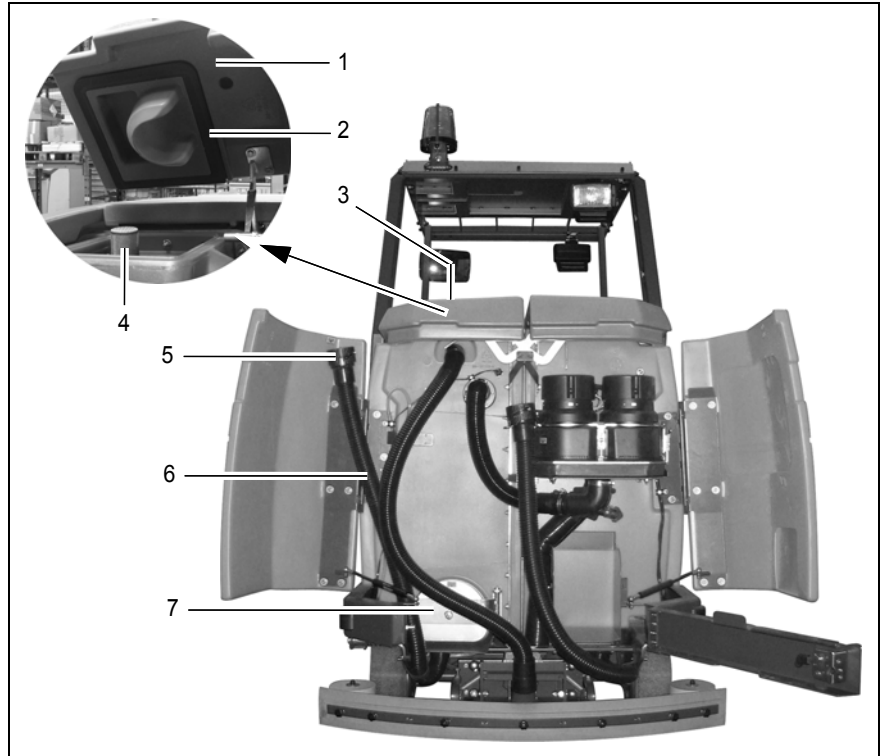

Abb. 26
Der Schmutzwassertank (Abb. 26/3) ist nach Beendigung der Arbeit zu entleeren und auszuspülen.
3. Ablassschlauch für Schmutzwasser (Abb. 26/6) aushängen und langsam herunterhängen.
4. Verschluss (Abb. 26/5) durch Drehen öffnen. Die Abflussmenge lässt sich durch Drehen des Verschlusses regulieren und durch Verschwenken des Verschlusses bei Bedarf ganz öffnen.
Den Schmutzwassertank (Abb. 26/3) täglich und bei Bedarf reinigen. Hierzu dient die Reinigungsklappe (Abb. 26/7).
8. Deckel (Abb. 26/1) des Schmutzwassertanks öffnen
11. Ablassschlauch für Schmutzwasser (Abb. 26/6) aushängen, langsam herunter-schwenken und Verschluss (Abb. 26/5) öffnen.